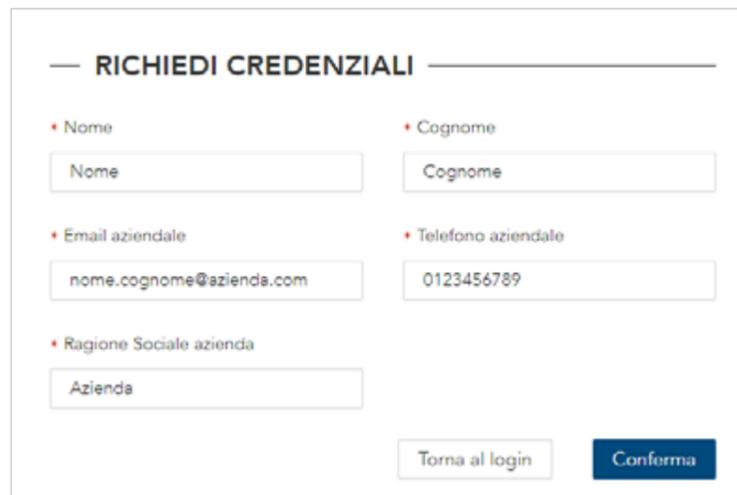

Figura 2 Dati richiesti per la creazione delle credenziali
2. Nella nuova sezione saranno richiesti i dati minimi per la creazione dell'utenza (Figura 2).